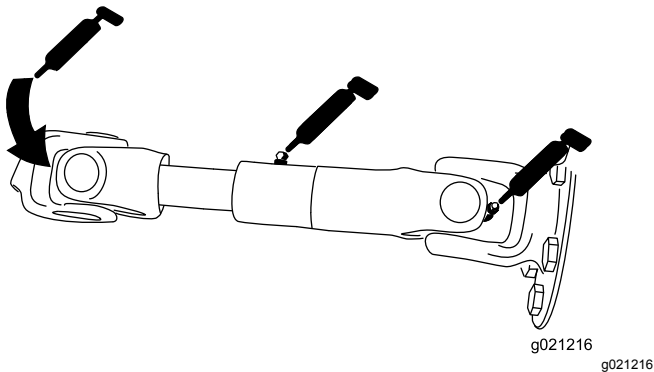

Figura 72
- Eje de transmisión de la bomba (3) (Figura 72)